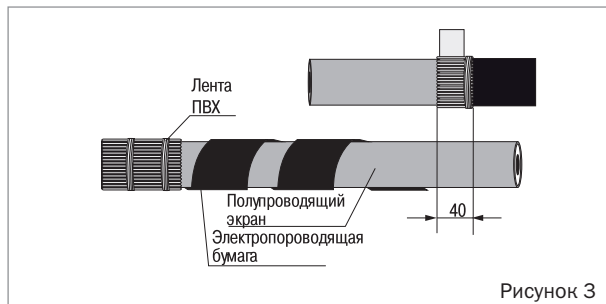

Рисунок 3
- На разделке одного из кабелей временно отогнуть проволоки экрана до среза оболочки, уложить вдоль кабеля, зафиксировать бандажом из ленты ПВХ. На разделке второго кабеля установить на один виток пружину ППД поверх наружного покрова, как показано на рисунке 2, отогнуть проволоки экрана на наружный покров и обрезать до длины 40 мм от среза оболочки, закрепить лентой ПВХ (рисунок 3).
места отгиба проволоки экрана и обрезать её, не повреждая полупроводящего экрана (рисунок 3).